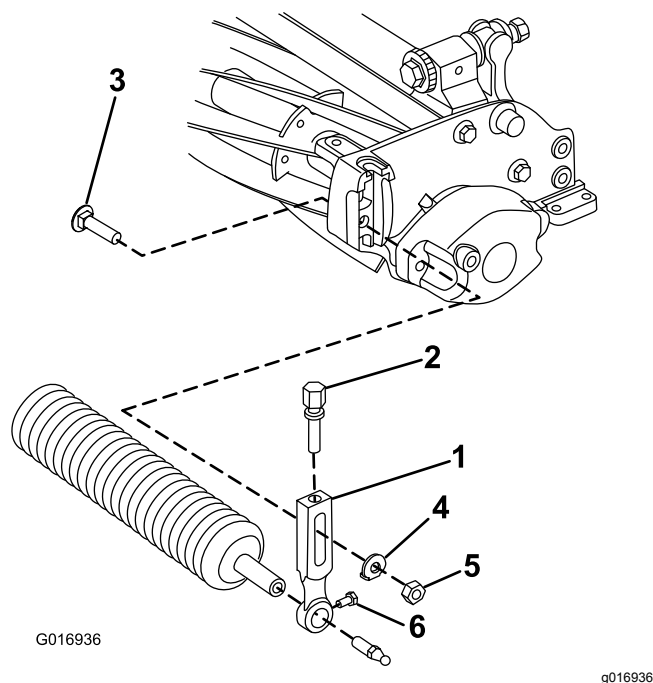

Figure 3
1. Retirez le boulon de charrue, la rondelle et l'écrou à embase qui fixent un des bras de réglage de hauteur de coupe au panneau latéral du plateau de coupe (Figure 3).